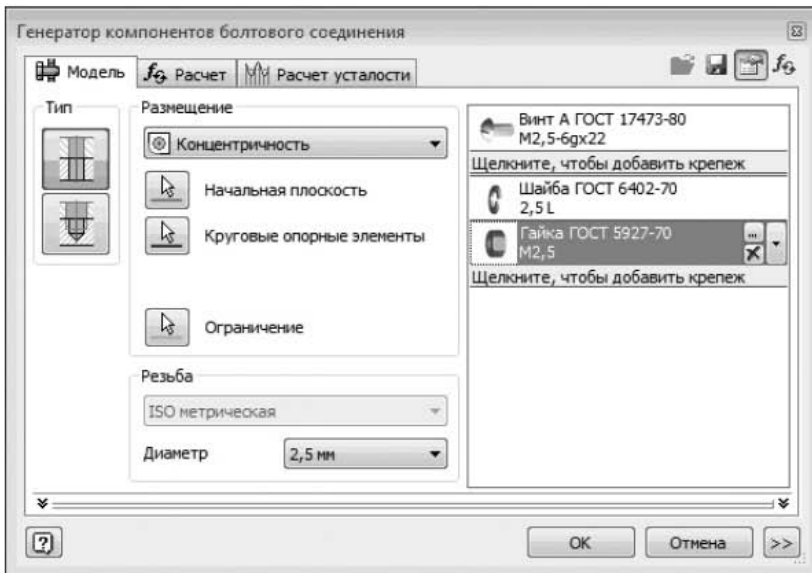

Рис. 9.98. Фрагмент соединения переключателя с передней панелью
- Выберите в появившемся контекстном меню Авторазмещение переключатель Болтовое соединение . В диалоговом окне (рис. 9.98) в области Тип укажите сквозное отверстие, в области Размещение выберите Концентричность, укажите Начальную плоскость — лицевую плоскость ПП. В качестве Круговых опорных элементов укажите отверстие под винт, в качестве Ограничения — конечную плоскость (плоскость крепежного элемента переключателя).